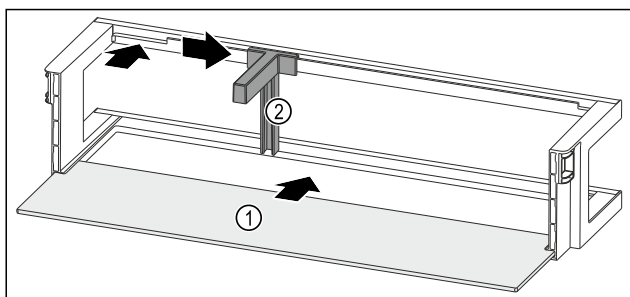

Fig. 240 Dveřní přihrádka s odkládací plochou
- ▶ Odkládací plochu Fig. 240 (1) zasuňte do bočních vybrání.
- ▶ Držák lahví Fig. 240 (2) vložte do vybrání.
- ▶ Držák lahví Fig. 240 (2) posuňte na stranu do požadované polohy.